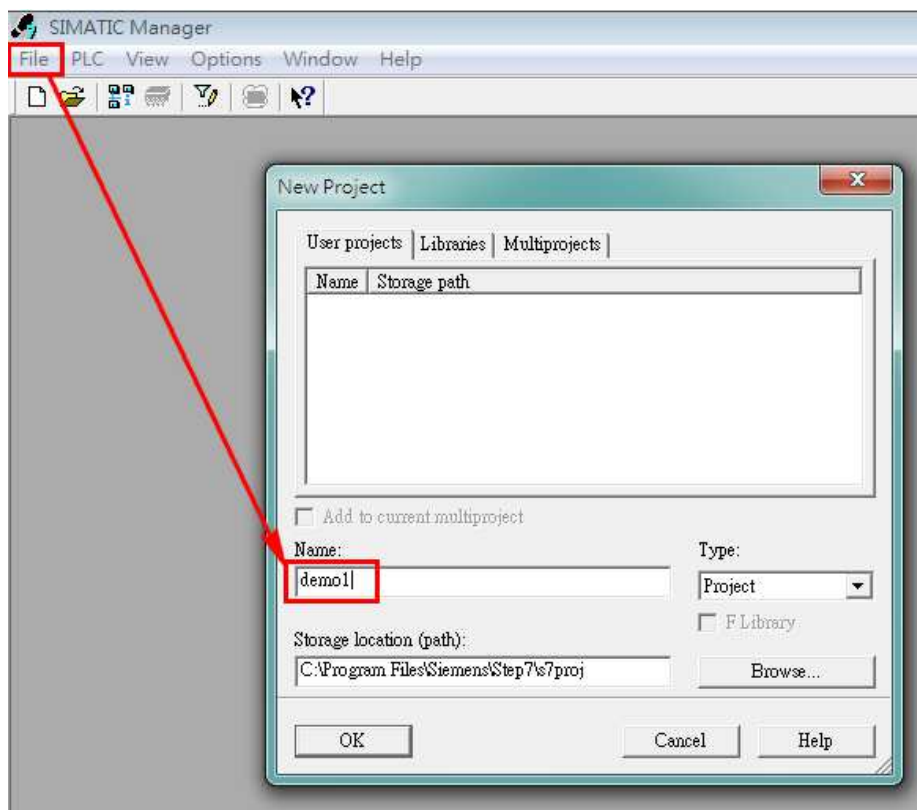

Рис.2
1.1.1 Установите и запустите программу SIMATIC Manager. Создайте новый проект: **File** → **New**, задайте имя проекту, например, demo1 (Рис.2):